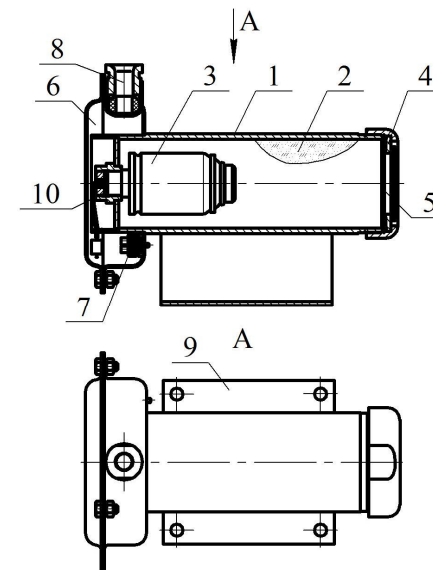

Рисунок 1
4.1.1 МПП (см. рисунок 1) состоит из корпуса 1, в котором размещаются огнетушащий порошок (ОП) 2 и источник холодного газа (ИХГ) 3. В передней части корпуса находится насадок-распылитель 4, выходное отверстие которого перекрыто мембраной 5.
- ИХГ-0,65(М)-01 СИАВ 066614.025.000 ТУ для МПП нормального исполнения или ИХГ-0,65(М)-02 СИАВ 066614.025.000 ТУ для МПП специального исполнения (поз. 3 рисунок 1) – 1 шт.;
- резиновую прокладку черт. СИАВ 634233.006.023-01 (поз. 10 рисунок 1) – 1 шт.;
- огнетушащий порошок ИСТО-1 ТУ 2149-001-54572789-00 (поз. 2 рисунок 1) - 0,5 кг;
- мембрана черт. СИАВ 634233.007.005 (поз. 6 рисунок 1)- 1 шт.